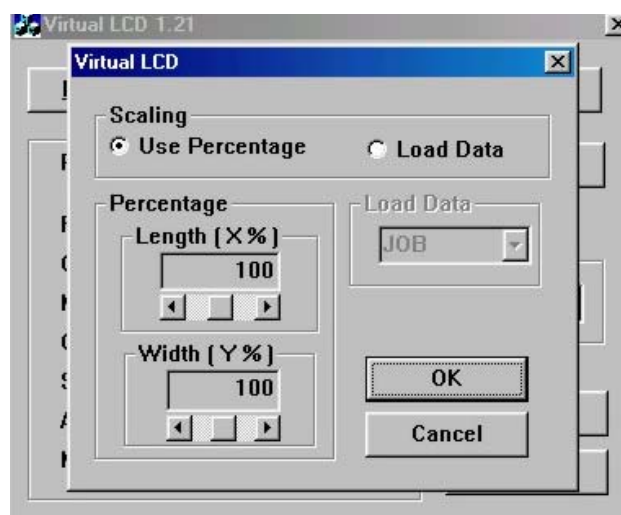

Abb. 4-6
4. Messen Sie die Länge und Breite des Rechtecks, geben Sie dann die Daten ein (siehe Abb. 4-6)